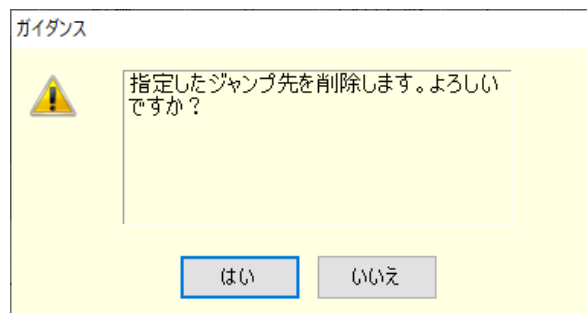

図5-5 ステップ削除の確認ダイアログ
- ジャンプ先又はブランチステップに設定されているステップを削除した場合は、図5-5のダイアログが表示されます。**はい**を選択するとステップが削除され、ジャンプ先又はブランチステップは無効となります。**いいえ**を選択すると、ステップの削除はキャンセルされます。